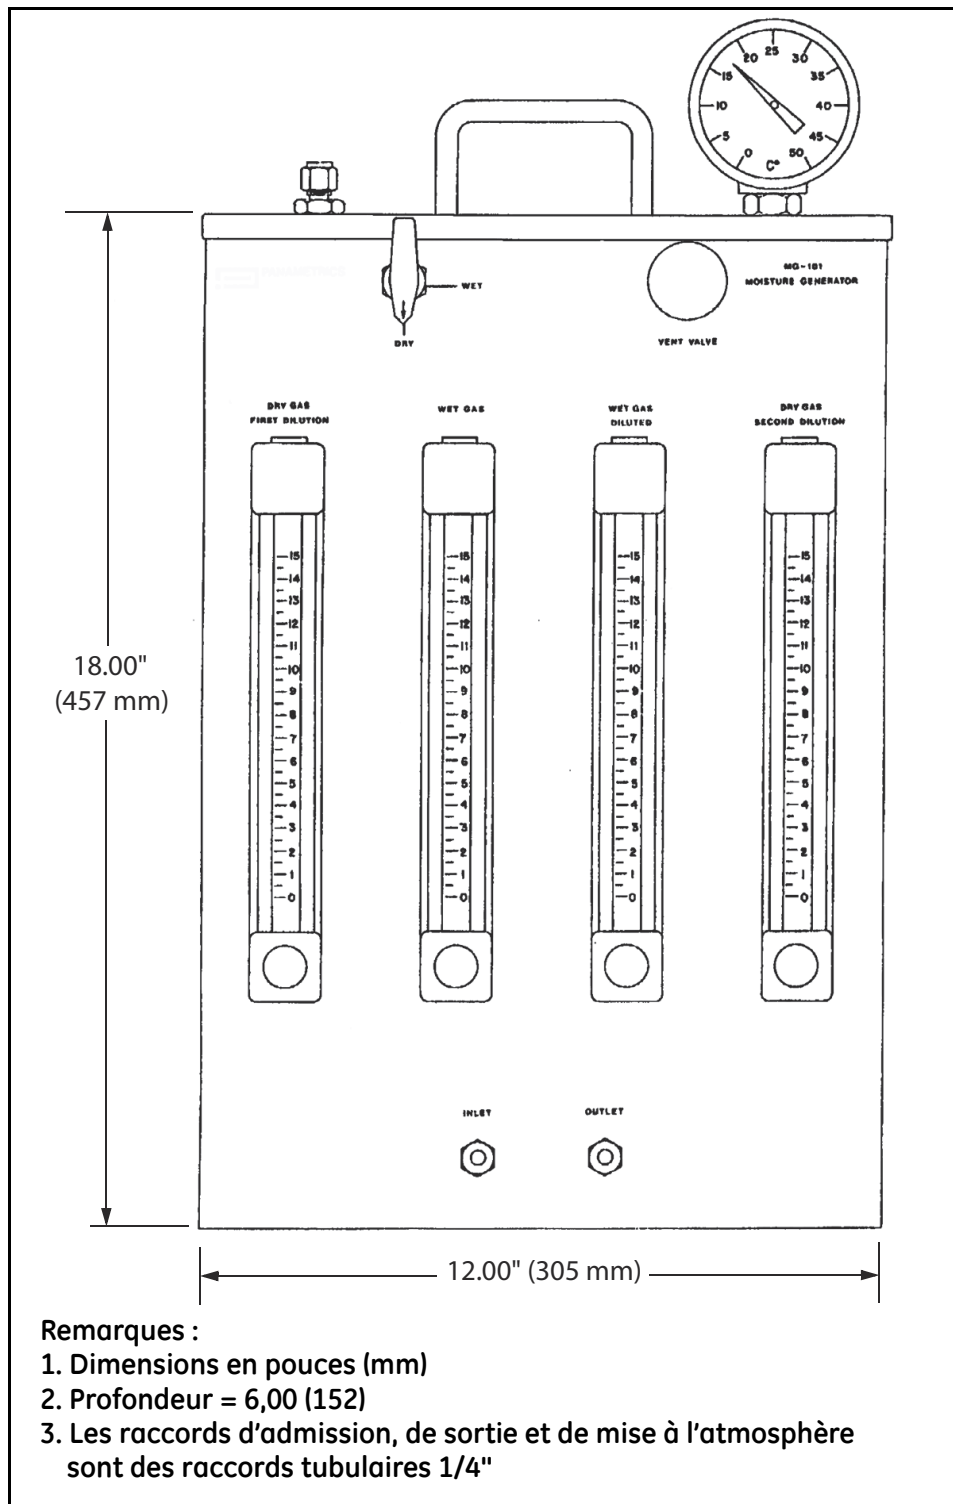

Figure 8 : Dimensions hors-tout du générateur d'humidité MG-101
**Remarque :** Voir Figure 8, page 16 pour un schéma dimensionnel du MG-101.